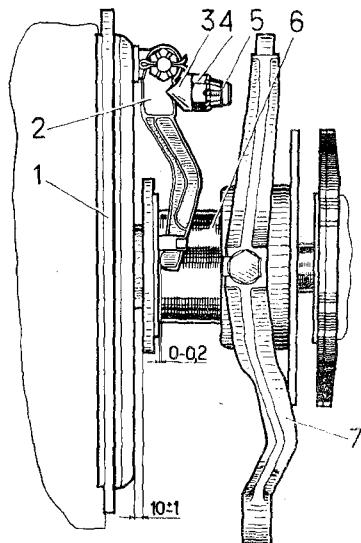
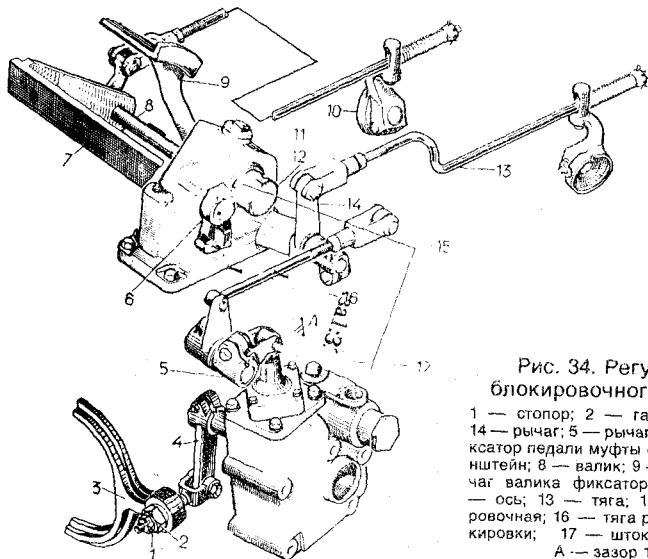

Рис. 33. Регулирование муфты сцепления:
Рис. 34. Регулирование блокировочного механизма:
**Регулирование муфты сцепления, сервомеханизма муфты сцепления и блокировочного механизма.** Регулирование муфты сцепления и приводов ее управления заключается в обеспечении зазора ( $10 \pm 1$ ) мм между фланцем 1 (рис. 33) и отжимной муфтой 6, установке лапок рычагов 2 в одной плоскости и обеспечении свободного хода штока 17 (рис. 34) сервомеханизма ( $14^{+1}$ ) мм.
В процессе эксплуатации из-за износа фрикционных накладок происходит уменьшение зазора в муфте и свободного хода штока сервомеханизма. При достижении зазора между фланцем и отжимной муфтой величины  $2^{+1}$  мм, что соответствует  $6^{+1,5}$  мм свободного хода штока сервомеханизма, необходимо произвести регулирование. Для регулирования муфты сцепления: остановить дизель, установить рычаги переключения КП в нейтральное положение, открыть люк кожуха муфты сцепления и расконтрить регулировочные гайки 4 (см. рис. 33) всех трех рычагов. Затем установить (с помощью шаблона) вращением регулировочных гаек 4 трех рычагов зазор ( $10 \pm 1$ ) мм между фланцем 1 и отжимной муфтой 6 и зазор (0—0,2) мм между рычагами 2 и фланцем отжимной муфты 6.
После регулирования зазоров в муфте сцепления следует, убедившись в наличии зазора (0,5—1) мм между штоком 17 (см. рис. 34) сервомеханизма и нажимным рычагом 5 (зазор устанавливается вращением упора 11 на колонке педали), замерить свободный ход штока 17 (утопление штока при нажатии на педаль).
— отклонить рычаг 14 (рис. 34) на угол (18±3)° вперед по ходу трактора (соответствует размеру 85±5 мм между кожухом муфты сцепления и осью отверстия под палец) и соединить